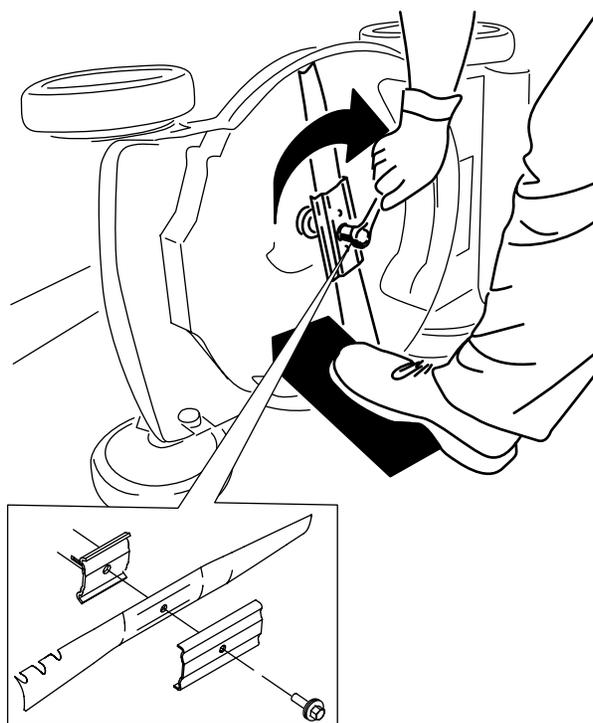

Рисунок 32
5. Установите новый нож, закрепив все крепежные детали (Рисунок 32).